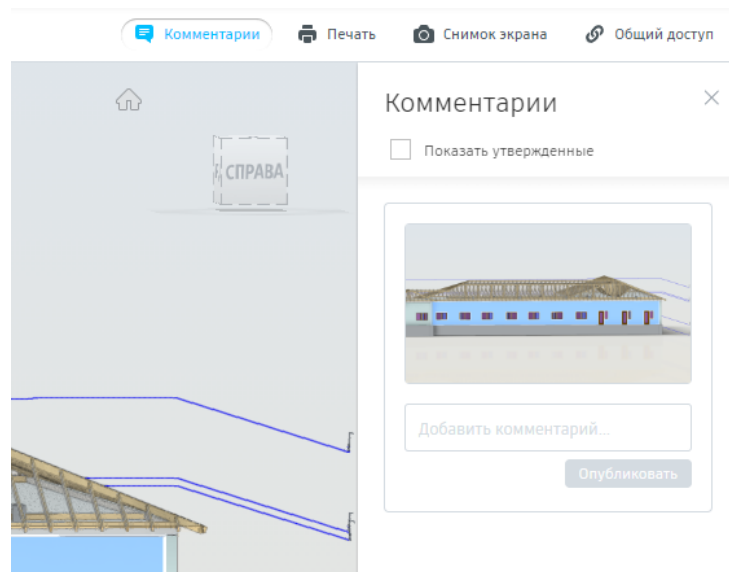

Рисунок 3. Панель інструментів для коментарів та анотації.
- Можливість додавати анотації та коментарі до конкретних частин моделі для комунікації з іншими членами команди (Рис.3). При виявленні, особою яка проводить огляд дефекту, окрім зображення місця, є можливість занотувати характеристику ситуації, в якій описати в усіх деталях, а також прикріпити фотознімок.